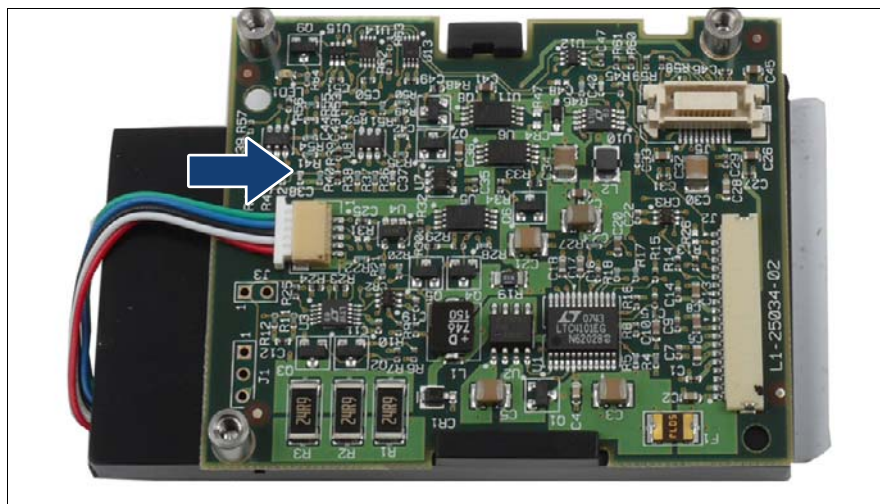

図 71: ケーブルをバッテリーからボードに接続する
- iBBU07 の場合は、バッテリーからのケーブルをボードに接続します（101 ページ の 図 71 を参照）。